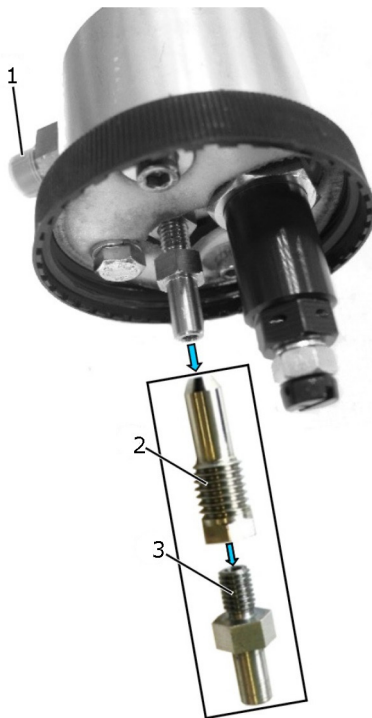

Abb. 17: Module du capteur de pression ouvert
! Les résines des résidus de carburant peuvent coller les petites ouvertures des douilles d'étranglement (fig. 17, pos. 2) et entraîner des résultats de mesure erronés.
2. Retirer les tubulures (fig. 17, pos. 3).
3. Retirer les douilles d'étranglement (fig. 17, pos. 2).
5. Nettoyer l'ouverture de la douille via les tubulures (fig. 17, pos. 1) avec de l'air comprimé.
6. Visser les tubulures (fig. 17, pos. 2) avec un couple de serrage de 20 Nm.
7. Visser les tubulures (fig. 17, pos. 3) dans les douilles d'étranglement.